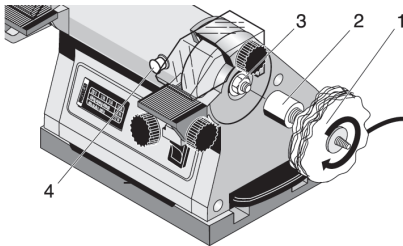

Fig. 5
1. Pressione o botão de fixação 4 (Fig. 5) para bloquear o eixo.
2. Desaparafuse a porca (3) com uma chave de fendas.
3. Aparafuse o êmbolo para o disco de polir (2).